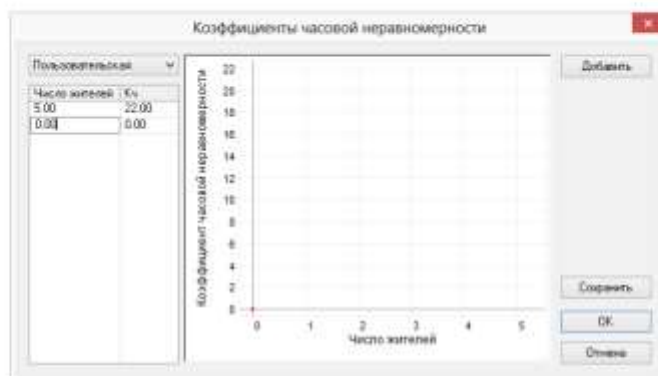

Рисунок 20.32. Добавление пользовательских значений
4. В ячейки Число жителей и Kч введите пользовательские значения. Нажмите стрелку вниз для добавления новой строки. Рисунок 20.32. «Добавление пользовательских значений»